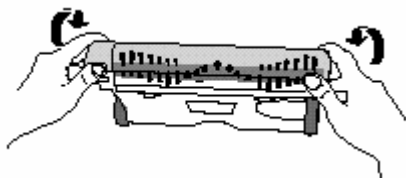

Fig. 8
4. Enlever régulièrement le couvercle transparent à l'avant de le balai sans fil pour retirer toute accumulation de peluche, cheveux ou fibres sur la brosse rotative. Pour retirer le couvercle, le saisir par dessous, et le tirer vers le haut jusqu'à ce qu'il se dégage des fentes latérales et des languettes sur le dessus de le balai. (Fig. 8)